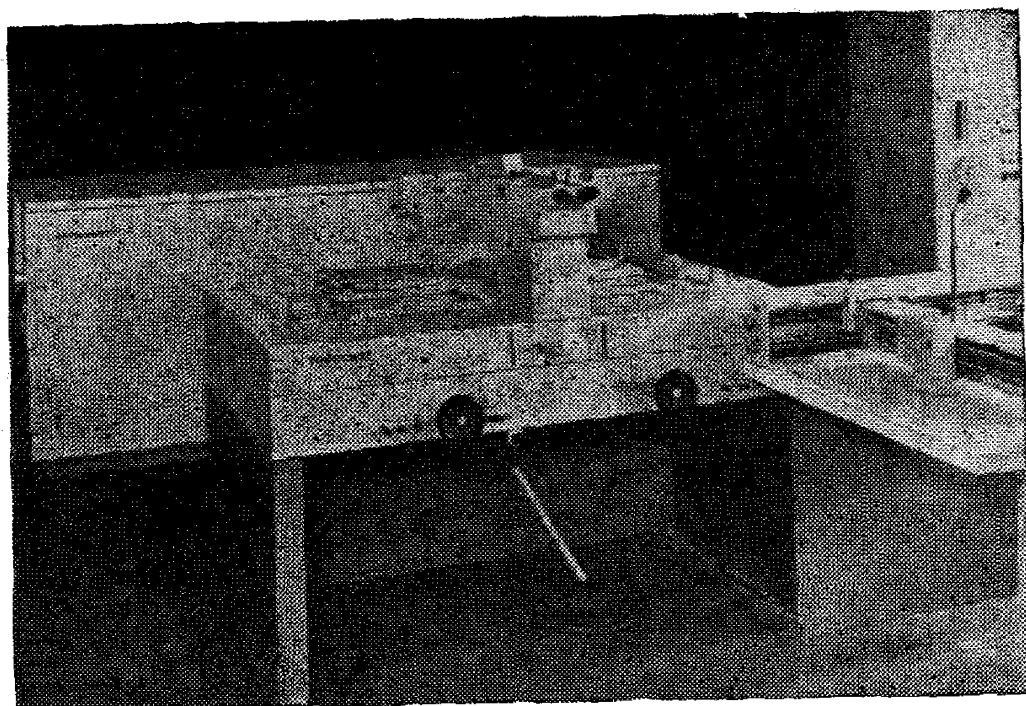

Рис. 41. Топокарт
7.13. Топокарт В (рис. 41) — топографический стереообработывающий прибор, предназначенный для составления и обновления